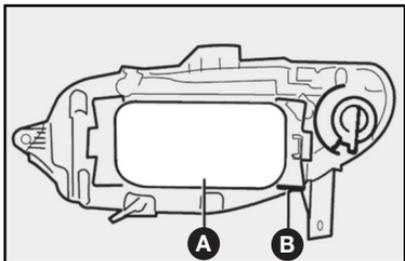
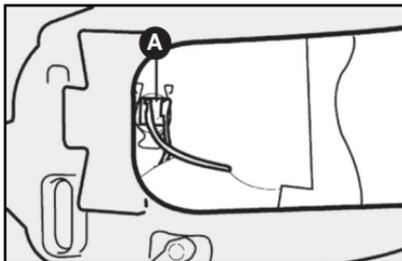

fig. 25
fig. 28
1) retirar la tapa plástica **A-fig. 25** para tener acceso a las lámparas destrabando la traba **B-fig. 25**;
6) reenganchar la presilla de fijación **A-fig. 28** y reconectar la lámparas, colocando por último la tapa plástica **A-fig. 25**.
2) soltar el conector **A-fig. 28** de alimentación de las lámparas;